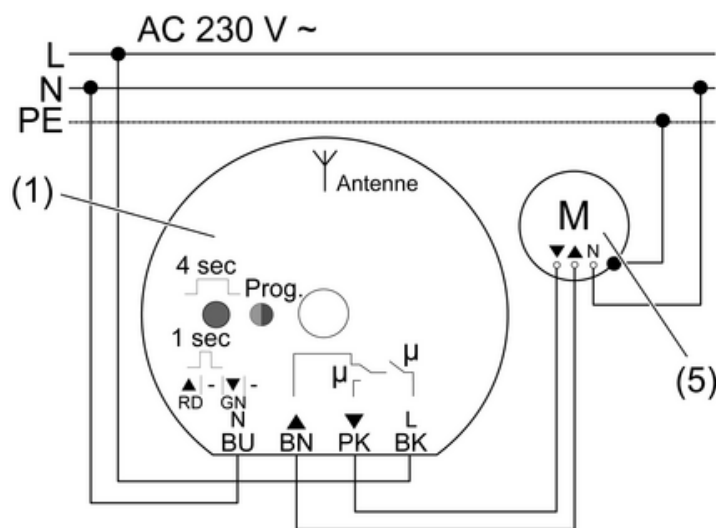

Figura 3
- Collegare l'attuatore veneziana (1) secondo lo schema di collegamento (figura 3) coi morsetti di collegamento (v. Utilizzo dei morsetti di collegamento) ed effettuare l'allacciamento al motore della veneziana e/o tapparella (5).